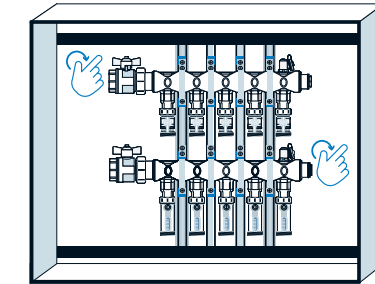

Figura 9: Asegurar que el riel está detrás del soporte de montaje superior
4. Gire la parte superior de los soportes verticales del ensamble del colector hacia la derecha o la izquierda para que se deslice detrás del borde del riel superior (véase la **Figura 9**).